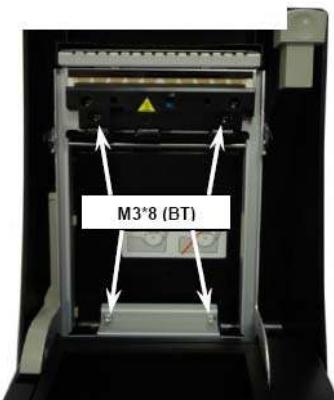

Рисунок 5 Винты крепления пластмассовой крышки отсека чековой ленты
3. Открутите четыре винта M3x8 (Рисунок 5), которыми пластмассовая крышка крепится к металлической раме, и снимите крышку.